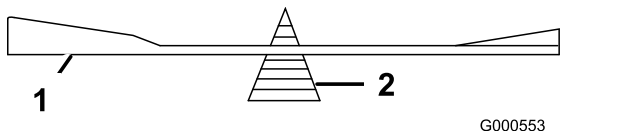

Figura 68
2. Controllate l'equilibrio della lama posizionandola su un bilanciatore (Figura 68).